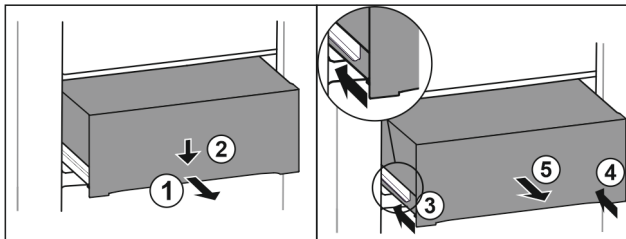

Fig. 112
- ▶ Вытяните выдвижной ящик наполовину. Fig. 112 (1)
- ▶ Вдавите выдвижной ящик в передней части вниз. Fig. 112 (2)
- ▶ Задвиньте левую направляющую прим. на 2 см. Fig. 112 (3)
- ▶ Задвиньте правую направляющую прим. на 2 см. Fig. 112 (4)
- ▶ Извлеките выдвижной ящик движением вперед. Fig. 112 (5)